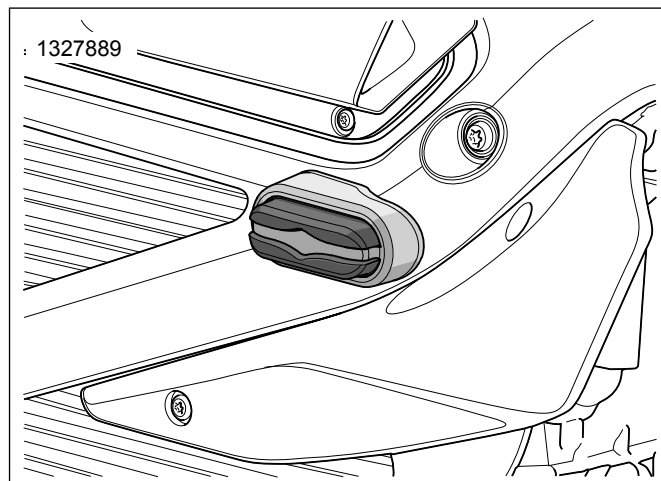

Figure 3. Protège-cadre attaché
2. Voir la Figure 3. Avec l'endos adhésif en place, repérer la protection sur le cadre afin qu'elle soit en contact sur tout son pourtour et qu'elle s'ajuste au contour du cadre.